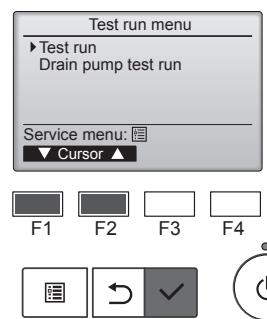

Fig. 8-2
- ② Dans le Menu test de fonctionnement, sélectionnez "Test run" (Test fonctions) puis appuyez sur la touche [CHOIX]. (Fig. 8-2)
- ③ Le test fonctions démarre et l'écran Test fonctions s'affiche.